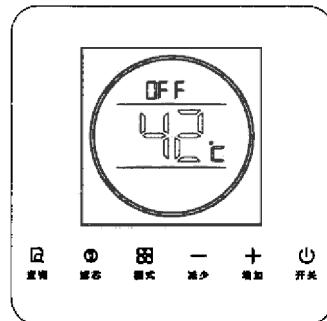
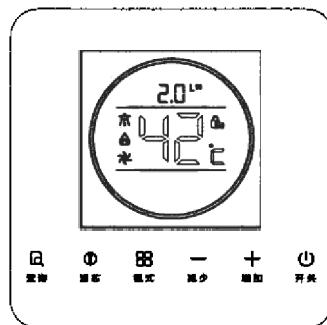

图16
图17
(1) 按下显示器面板的电源键，如图16，显示屏点亮，并显示上次最后使用的设置温度(例如42℃)。
(2) 按“+”“-”键热水器进入温度调节状态，可自由设置温度。温度设置范围在35℃~65℃；35℃~48℃每按一次按键变化1℃，48℃~65℃每按一次按键变化为48℃、50℃、55℃、60℃、65℃，每按一次蜂鸣器响一声。
(3) 打开热水龙头，如图17，热水器便会启动点火，热水随之流出。开水启动后温度设置范围为35℃~50℃，超过50℃只能按下调键“-”（即儿童锁功能，防止烫伤）若想设置水温高于50℃，先关闭热水龙头后再按升温键。